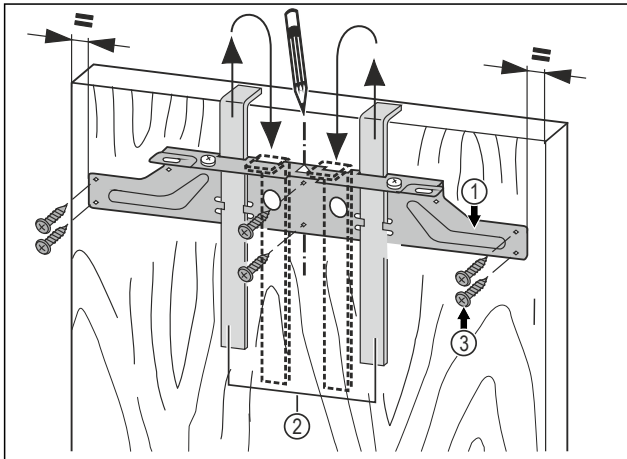

Fig. 20
- ▶ Häng upp monteringsstraversen *Fig. 20 (1)* med monteringshjälpmedlen *Fig. 20 (2)* på möbeldörrens insida.
- ▶ Rikta in monteringsstraversen *Fig. 20 (1)* i dörrens mitt.
- ▶ Skruva fast monteringsstraversen *Fig. 20 (1)* med minst 6 skruvar *Fig. 20 (3)*.
- ▶ Skruva fast monteringsstraversen *Fig. 20 (1)* med minst 4 skruvar *Fig. 20 (3)* vid kanten.
- ▶ Dra ut monteringshjälpmedlen *Fig. 20 (2)* uppåt, vrid dem och sätt in dem i bredvidliggande öppningar.